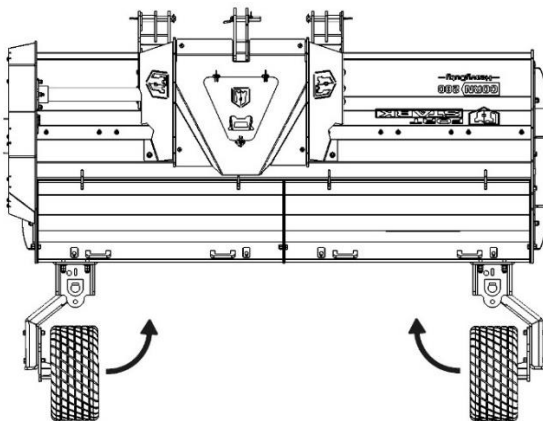

Abbildung 18. Schwenken der Stützradhalterung in Richtung Maschinenmitte
- die Halterungen mit den Stützrädern (Abb. 17 Pos. 2) in Richtung Maschinenmitte schwenken (Abb. 18),